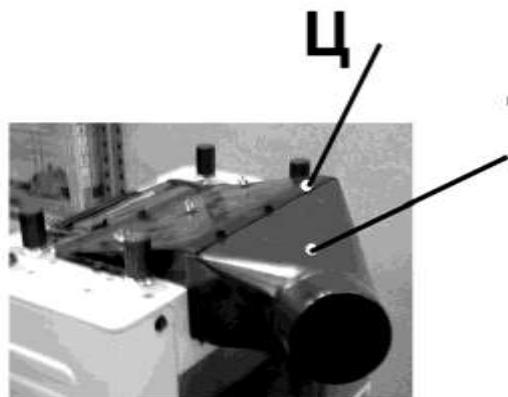

Рис. 4
11.2. Станок оборудован патрубком пылесборника (7), Рис.4, (для удаления стружки и древесной пыли), к которому перед началом работы необходимо подсоединить и закрепить шланг пылесоса для сбора стружки и древесной пыли (см. раздел 12).